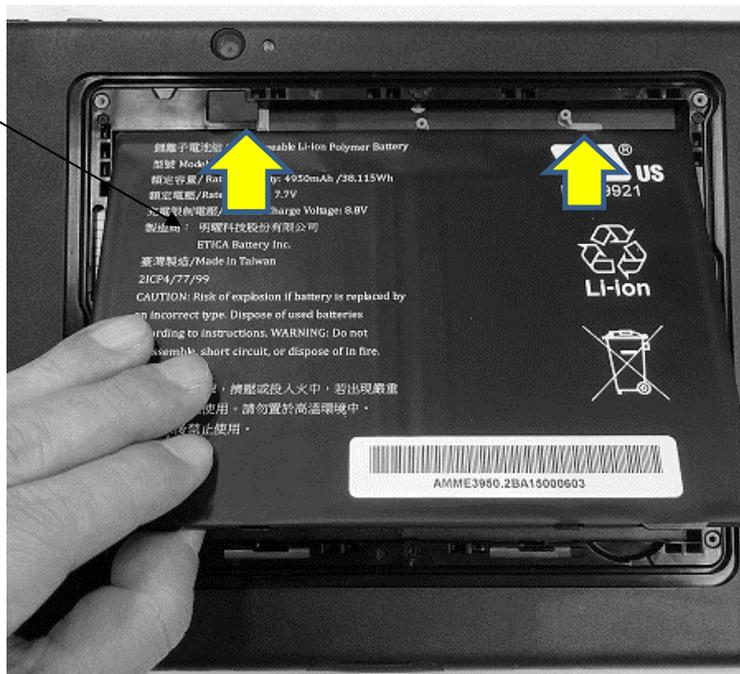
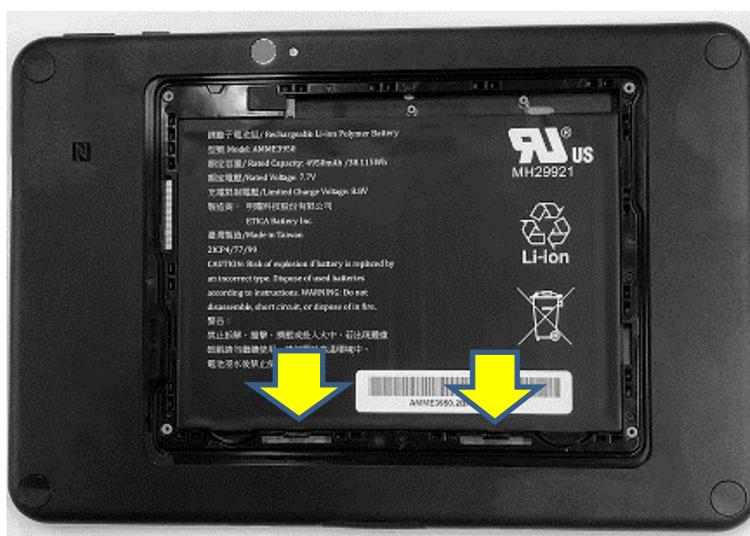

図1
図2
- ② 電源キー押下後、画面に「お待ちください」のメッセージが表示され、LCD 上にあるカメラ LED が点灯します。
- ③ 「お待ちください」のメッセージが消え、カメラ LED が消灯したのを確認したらバッテリーの交換ができます。
- ④ 本装置を机の上に置き、バッテリーの交換作業を行ってください。
- ⑤ 装置背面のバッテリーカバーにある切りかき(点線部分)を親指で持ち上げ、バッテリーカバーを対角線の方向に引き剥がして行きます。
- ⑥ 1) バッテリーが固定されている2つのロック(下図 a)を指の爪で矢印の方向に引っ張ります。カチッと音が鳴るのを確認してください。
- ①図1のようにバッテリーをPatio720A タブレットに置き、矢印部のフック(2か所)に方向に差し込んでください。図2の矢印部2ヶ所を押し込み取り付けしてください。